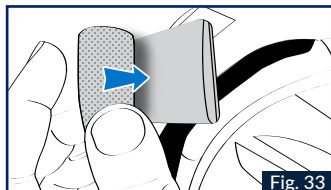

Fig. 33
3. Coller la mousse de calage présente dans votre kit **SENA FOR SHARK (Bluetooth ou Mesh)** à l'arrière de la batterie de votre Intercom Fig.33